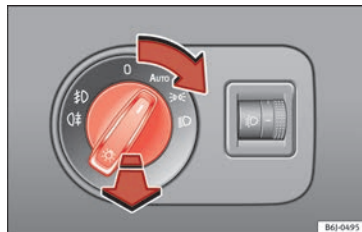

Fig. 30 Tablero de instrumentos: mando de las luces.
- Gire el interruptor hacia la posición deseada » » fig. 30.